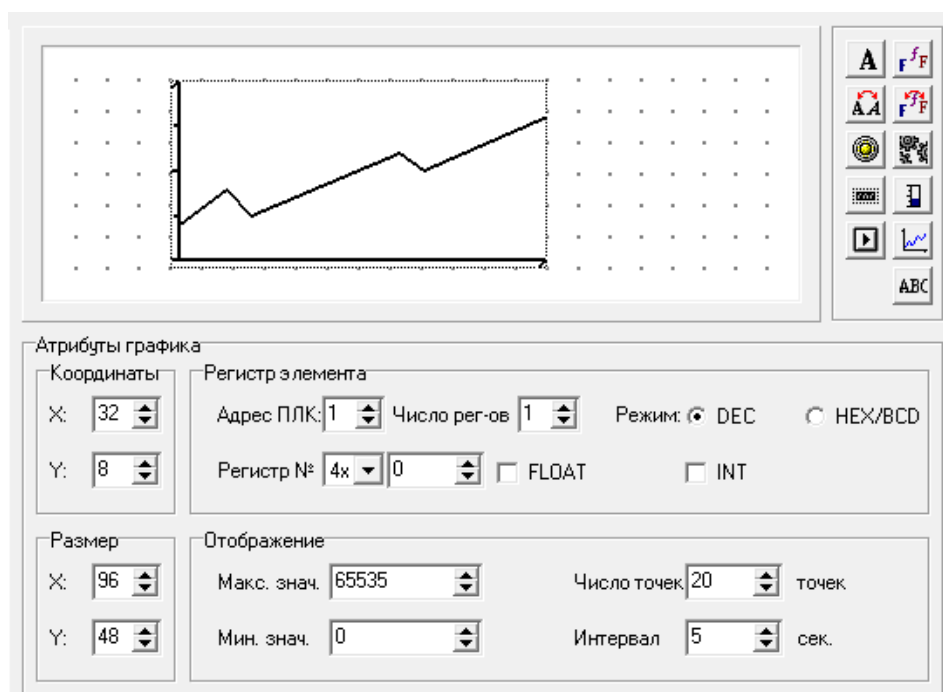

Рисунок 4.16 – График
1. Нажать кнопку . Откроется область задания параметров графика (см. рисунок 4.16).
3. В группе полей «Размер» отображается величина ширины (X) и высоты (Y) графика, которые могут быть изменены с помощью кнопок со стрелками.